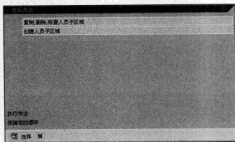

图 6-7 选择“创建人员子区域”选项
STEP 1 在命令栏输入 SPRO 命令，通过菜单选择“企业结构→定义→人力资源管理→人事子范围→创建人员子区域”选项，在弹出的“选择活动”界面中选择“创建人员子区域”选项，如图 6-7 所示。